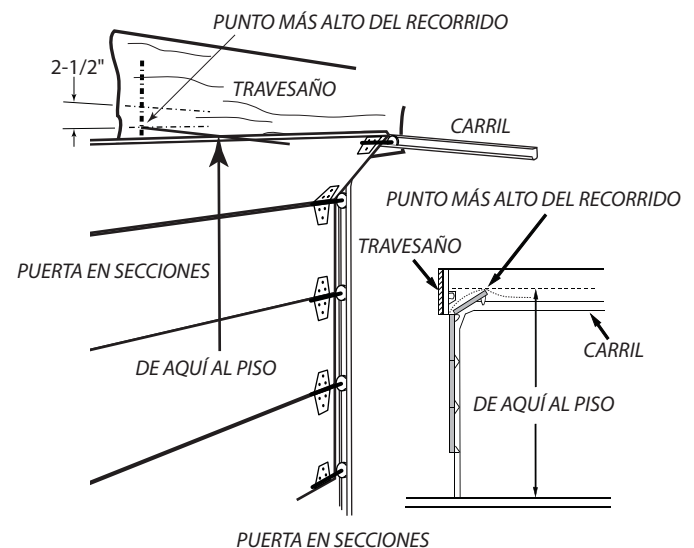

FIG. 2-2 Encontrando el punto más alto del recorrido
- Levante la puerta del garaje hasta que el **borde superior** alcance la altura máxima (**Fig. 2-2**).
- Mida la altura del borde superior de la puerta al piso (**Fig. 2-2**).